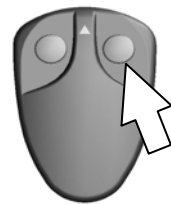

Fig. 2
2. Quand le voyant se rallume, appuyer sur le bouton droit de l'émetteur (fig. 2) et le maintenir enfoncé jusqu'à ce que le voyant commence à clignoter : la fonction « économiseur de pile » est maintenant neutralisée.
2. Sobald die LED wieder angeht, drücken Sie den rechten Taster des Senders (Abb. 2)und halten ihn gedrückt, bis die LED zu blinken beginnt.
2. Cuando el LED se reenciende, pulse el botón derecho del transmisor (fig. 2) y manténgalo pulsado hasta que el LED comience a parpadear: la función "economizador de batería" es excluida.
2. Quando o LED se reacende, carregar no botão direito do transmissor (fig. 2) e mantê-lo carregado até que o LED comece a piscar.